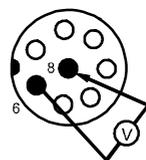
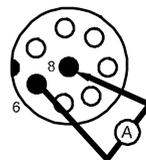

Fig. 13 Устройство измерения напряжения
Fig. 14 Устройство измерения силы тока
- Соедините MPPEs-... кабелем со следующим измерительным устройством согласно Fig. 13/ Fig. 14: